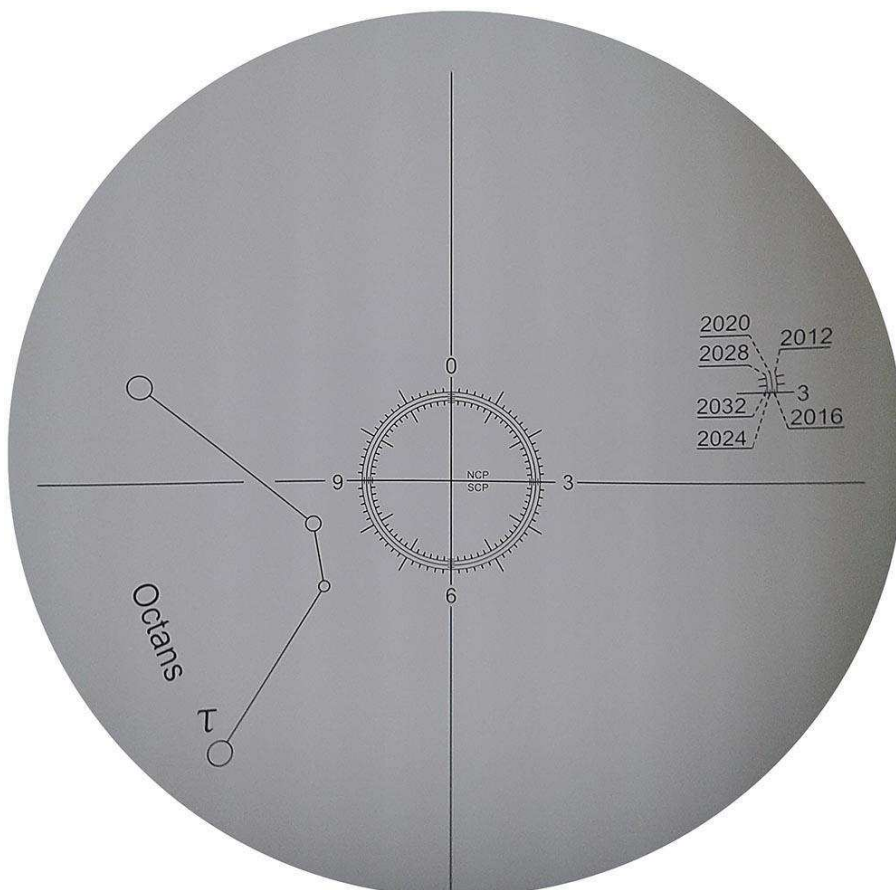

Abb. 3.2a
2. Zur Beobachtung in der südlichen Hemisphäre: Im FOV des Polsuchers die 4 schwache Sterne (Around Magnitude 5 bis 6) lokalisieren, die das Muster wie die "Octans" -Zeichnung im polaren Bereich bilden (siehe Abb. 3.2a). Lösen Sie die R.A. Kupplung und drehen Sie den R.A. Achse, um die Ausrichtung der Zeichnung "Octans" auf die 4 Sterne auszurichten. Verwenden Sie dann die Höheneinstellschrauben und die Azimuteinstellungsknöpfe, um die 4 Sterne zu den 4 kleinen Kreisen der "Octans" -Zeichnung zu bewegen.
2. Am Ende der Initialisierung der SynScan-Handsteuerung zeigt die SynScan-Handsteuerung nach Eingabe der richtigen lokalen Längen-, Breiten-, Datums-, Zeit- und Sommerzeit die folgende Meldung an: "Polaris Position in P.Scope = HH: MM ". Stellen Sie sich den größeren Kreis in der Abb. 3.2a als Zifferblatt mit 12 Uhr oben vor, wobei die aktuelle Zeit auf "HH: MM" zeigt. Die Orientierung des Stundenzeigers der Uhr stellt die Ausrichtung der Polaris im polaren Bereich dar. Setzen Sie den Polaris auf dem großen Kreis in die gleiche Richtung. Die Polaris-Position ändert sich auch im Laufe der Zeit. Das Fadenkreuz in Abb. 3.2a zeigt 3 Kreise, um die Umlaufbahn der Polaris im Jahr 2012, 2020 und 2028 darzustellen. Es gibt auch Sub-Zifferblätter für 0, 3, 6 und 9 Uhr für das Jahr 2016, 2024 und 2032. Eine Gravur, die mit den obigen Jahren beschriftet ist, wird auch auf der rechten Seite des FOV angezeigt. Bei der Polarausrichtung in der nördlichen Hemisphäre sollte der Benutzer Polaris auf den richtigen Kreis setzen, der dem aktuellen Jahr entspricht, um eine bessere Ausrichtungspräzision zu erreichen.